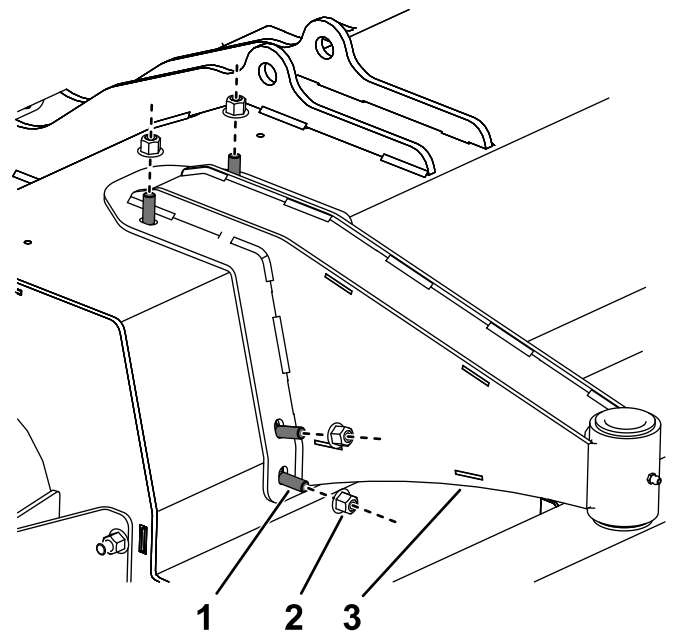

图 7
2. 如图 7 所示用 6 个托架螺栓 (M10) 和 6 个锁紧螺母 (M10) 将各个脚轮臂安装到滚刀组上紧锁紧螺母扭矩至 4757N·m。